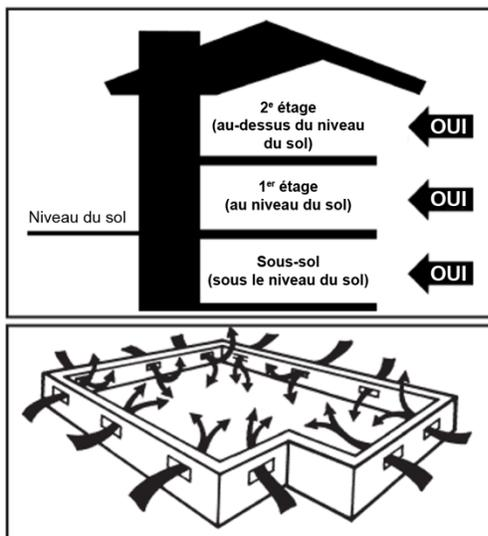

Figure 1
- Un espace d'au moins 18 po (46 cm) entre le sol et le dessous des solives doit être présent dans les vides sanitaires. Un couvre-sol avec pellicule de polyéthylène noir de 6 à 20 mil est essentiel comme pare-vapeur en chevauchant les jonctions sur 6 po (15 cm) et scellés avec un ruban résistant à l'humidité. Le vide sanitaire doit avoir une aération autour du périmètre également à au moins 1,5 % de la superficie en pieds carrés du vide sanitaire. Ces orifices de ventilation doivent être placés adéquatement de façon à favoriser la ventilation transversale (**Figure 1**);